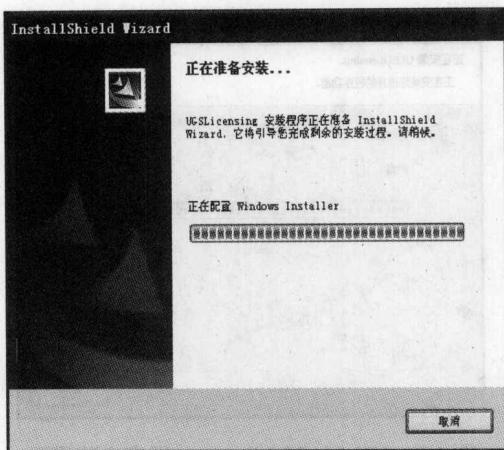

图 1-3 计算机配置检测界面
(5) 选择“中文（中国）”安装语言，单击 确定 按钮系统检测计算机配置，如图 1-3 所示。